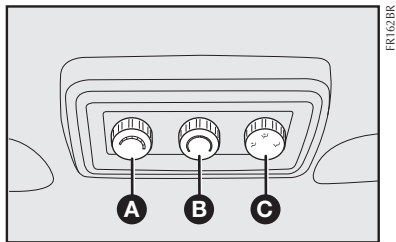

fig. 93
Pressionar o botão lock **REAR**  do climatizador de três zonas para que se acenda o símbolo **LOCK** no botão do painel traseiro **fig. 93**. A temperatura traseira e o fornecimento de ar são controlados pelo climatizador de três zonas.
2. Gire os botões do Ventilador Traseiro **A-fig. 93**, Temperatura Traseira **B-fig. 93** e Controle de distribuição do ar traseiro **C-fig. 93** de acordo com as suas necessidades de conforto.
O botão de controle do ventilador traseiro **A-fig. 93** pode ser configurado manualmente para a posição desligado ou qualquer outra velocidade fixa, girando o botão de baixa até alta velocidade. Isto permite que os ocupantes do banco traseiro controlem o volume de ar circulando na traseira do veículo.
Para alterar a temperatura na traseira do veículo, gire o botão de temperatura **B-fig. 93** no sentido anti-horário para baixar a temperatura e no sentido horário para aumentar a temperatura. As configurações de temperatura traseira são exibidas na parte de cima do painel frontal do climatizador.
Pressione o botão **AUTO 2-fig. 94** na tela principal ou no botão físico **J-fig. 93** e a palavra **AUTO** irá se acender na tela dianteira do CLIMATIZADOR, estendendo duas ou três (quando previsto) temperaturas para o motorista, o passageiro dianteiro e os bancos traseiros. O sistema irá regular automaticamente na sequência a quantidade de fluxo de ar.